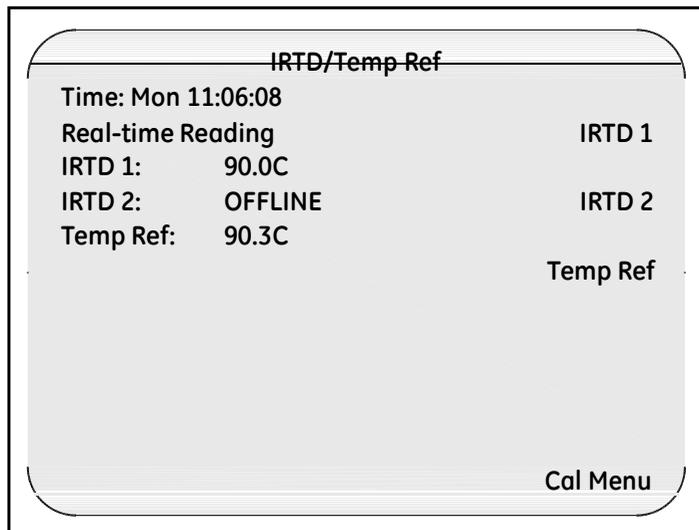

图 21: IRTD/Temp Ref 界面
5. 按 IRTD/Temp Ref. 显示 IRTD/Temp Ref 界面 (图 21) 所示.